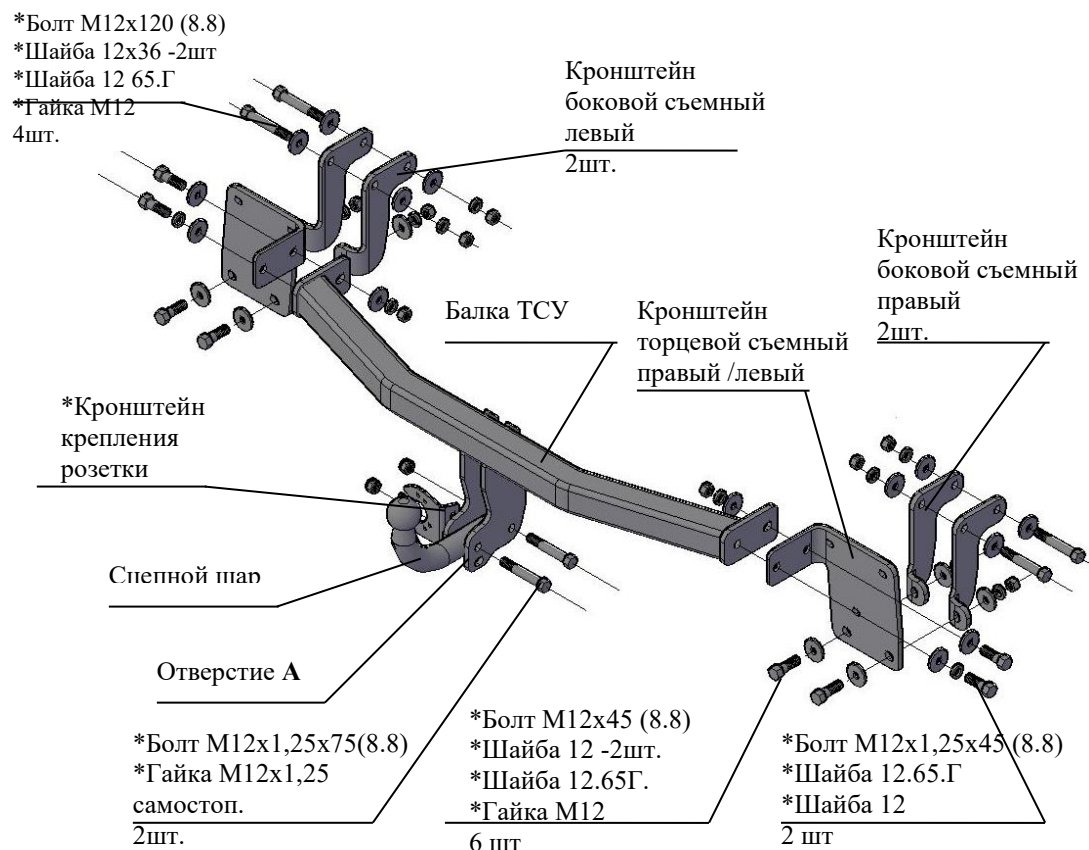

Рис.1 Тягово-сцепное устройство 7140
2.1 ТСУ 7140 в сборе (рис.1)	1 шт.
2.2 Пакет с комплектующими (см. рис.1)	1 шт.